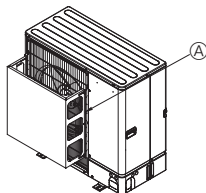
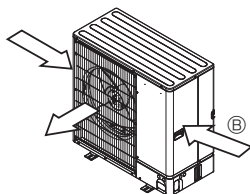

Fig. 2-5
Fig. 2-6
- ② Ja iekārtu ir uzstādīta vietā, kur gaisa izplūdes atverē var iekļūt spēcīgs vējš, ko izraisa viesuļvētra utt., aprīkojiet iekārtu ar izvēles gaisa vadotni. (Fig. 2-5)
- ③ Gaisa izplūdes atveres vadotne
- ④ Novietojiet iekārtu tā, lai gaisa izplūdes atvere izpūš gaisu perpendikulāri sezonas vēja virzienam, ja iespējams. (Fig. 2-6)
- ⑤ Vēja virziens